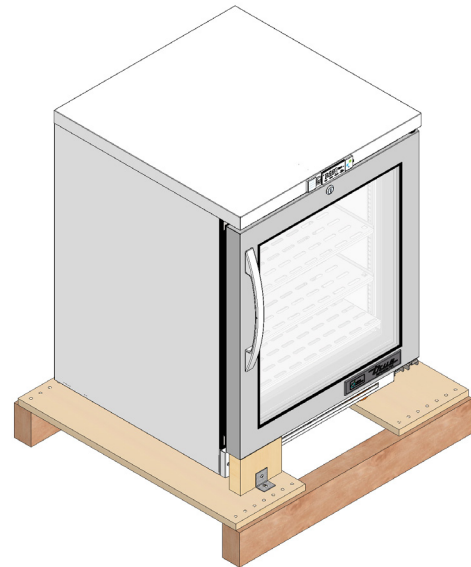

Fig. 1. Retire el embalaje exterior.
1. Retire el embalaje externo (cartón, plástico de burbujas, esquinas de poliestireno y plástico transparente). Verifique que no haya daños ocultos. Efectúe inmediatamente la debida reclamación ante la empresa de transporte que hizo la entrega. Véase la fig. 1.